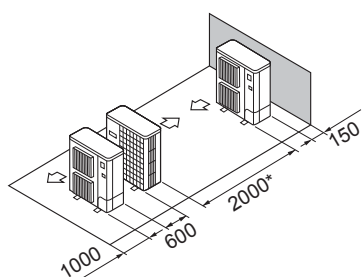

Fig. 2-13
- ⑤ Opstelling met één parallel apparaat (Fig. 2-13)